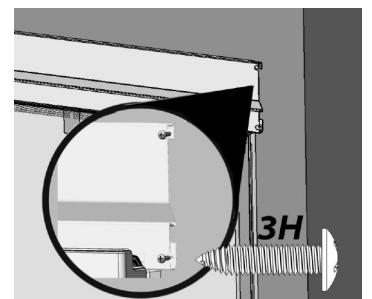

Fig. 13
- b. Percez des avant-trous de $\frac{1}{8}$ po et fixez deux vis 3H sur le côté droit de la garniture supérieure à l'aide d'un tournevis cruciforme dans les armoires (Fig. 13).